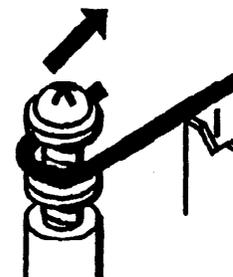

Рис. 4. Установка нити коротрона заряда и регулировка натяжения
2. (Рис. 4): Продеть провод в пазы на каждой стороне блока и обернуть свободный конец на 3/4 вокруг винта, как показано на рисунке. Винт не закручивать до тех пор, пока не установится необходимое натяжение.